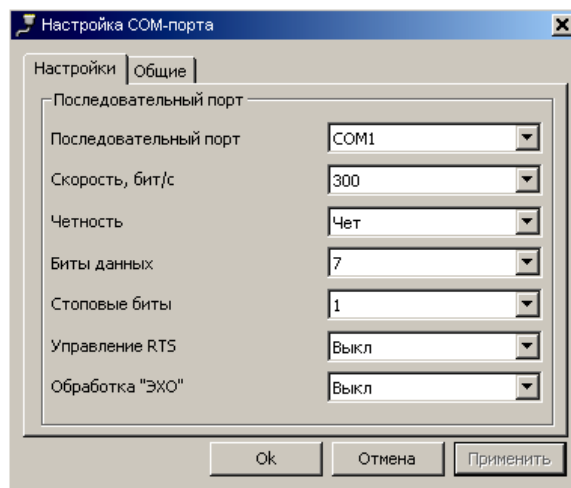

Рисунок 4.4 Окно редактирования настроек канала связи «RS-232»
4.3.1 Для канала связи «RS-232» (рисунок 4.4) установить параметры порта связи согласно рисунку 4.4: